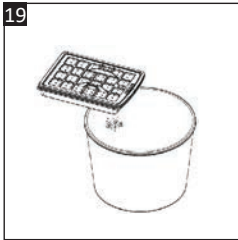

Рис. 19
5. Акуратно постукайте HEPA-фільтром (23) по смітнику, щоб видалити надлишки пилу (рис. 19).